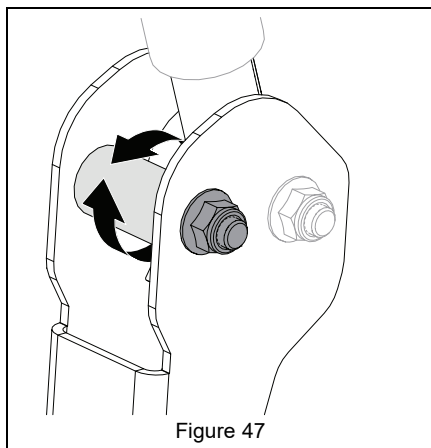

Figure 47
6. Tourner l'entretoise excentrique de façon à ce que les manettes soient à la même hauteur, en laissant un écartement de 1.3 cm – 2.5 cm (1/2" – 1") entre les extrémités des manettes. Voir Figure 47.